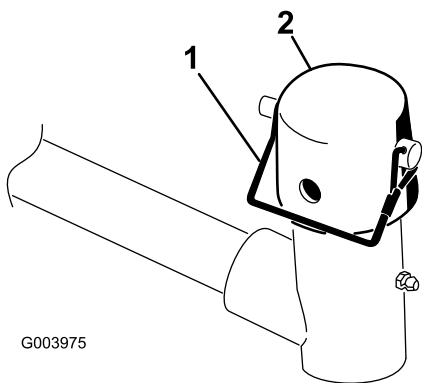

Figure 9
7. Retirez la goupille à fermoir et le capuchon de la chape de pivot du bras de levage (Figure 9).
11. Fixez le capuchon et l'arbre du bâti porteur à la chape du bras de levage avec la goupille à fermoir (Figure 9).